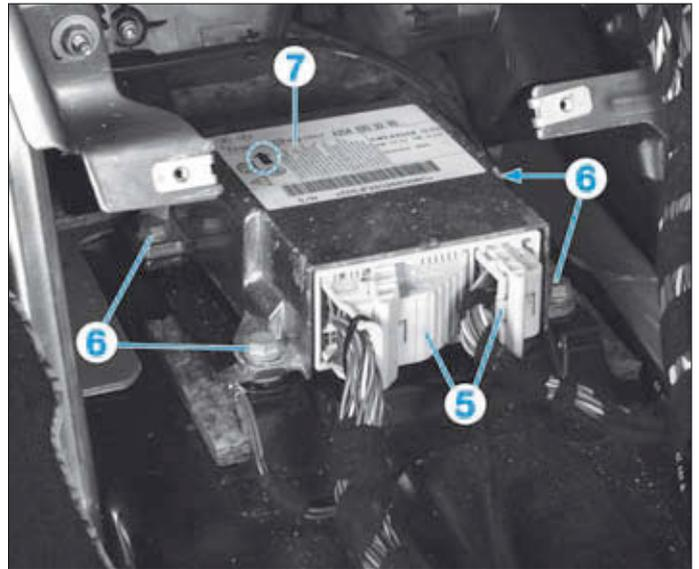
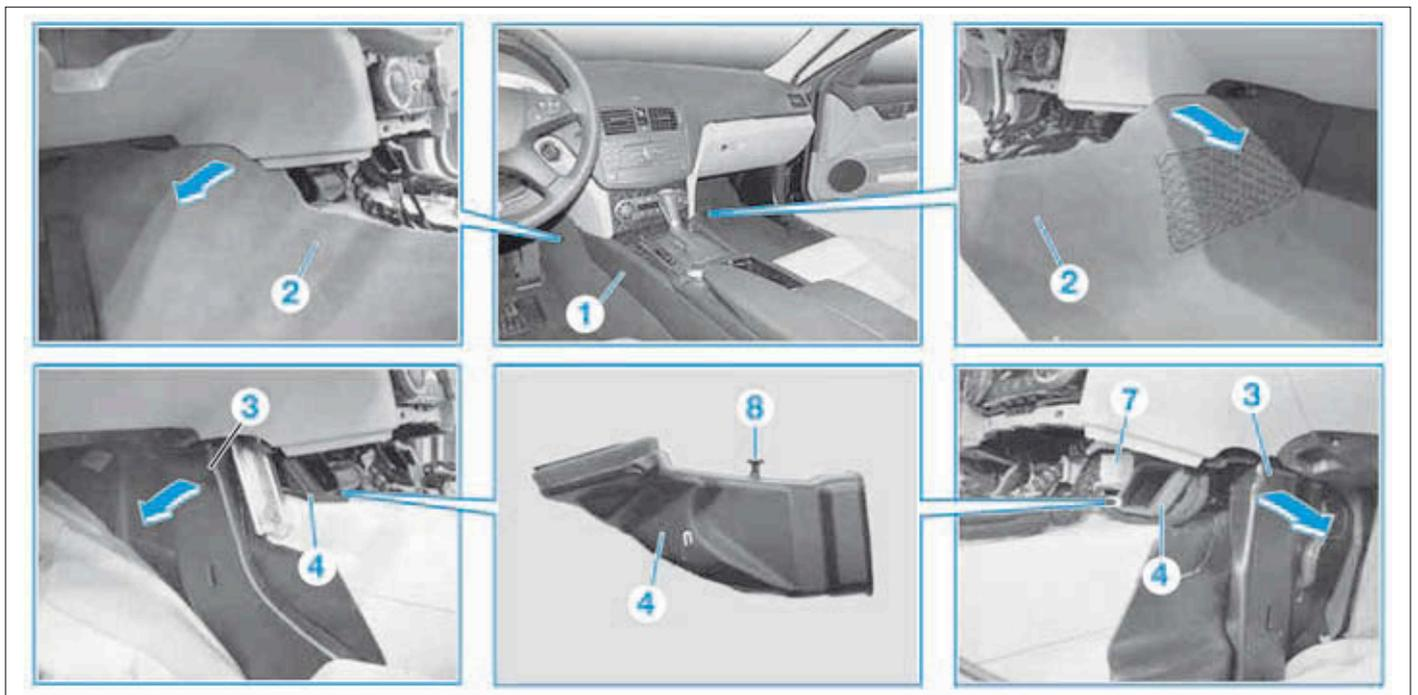

FIG. 10
FIG. 9
- Déposer la console centrale de plancher (1) (Fig.9) (voir chapitre "Carrosserie").
- Ecarter les garnitures (2).
- Déboîter les conduits d'air (3) et (4).
- Débrancher le connecteur (5) (Fig.10).
- Déposer les vis (6).
- Déposer le calculateur (7).
- Positionner correctement le téton (8) dans la planche de bord (Fig.9).